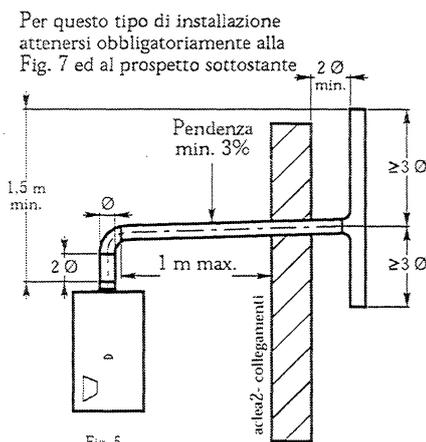

Fig. 5
**Nota N. 3 - Collegamento con scarico all'esterno (Fig. 5)**